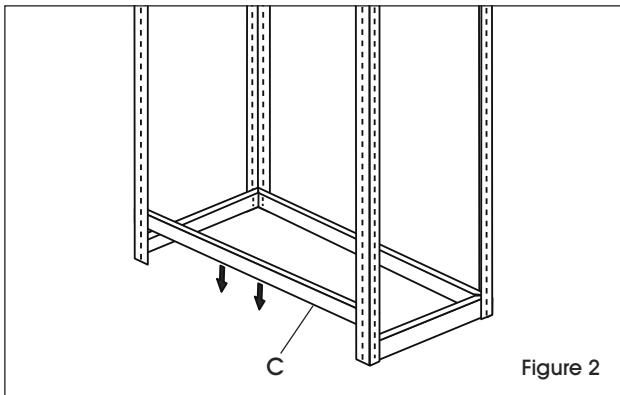

Figure 2
- Reliez les deux ensembles de montants verticaux en insérant les supports avant/arrière de bride simple (C) au bas des montants verticaux. (Voir Figure 2)